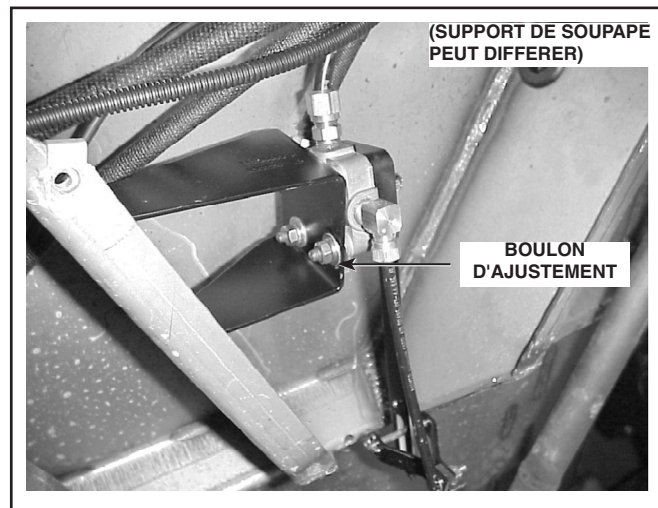

Figure 13 - Boulons d'ajustement
9. Desserrer les boulons d'ajustement de la soupape de mise à niveau avant. Voir Figure 13.